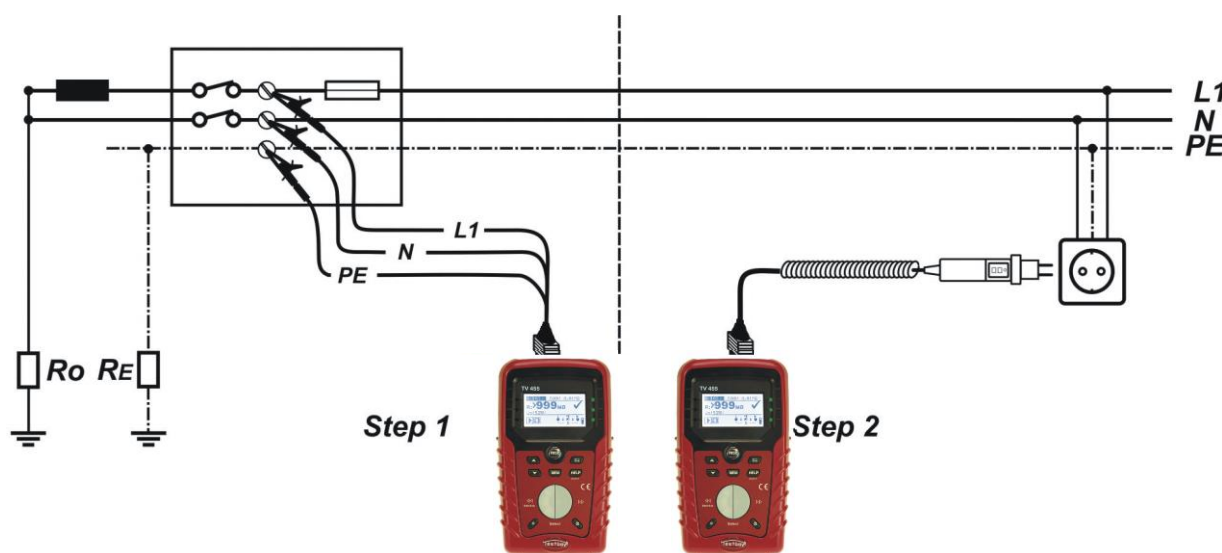

Bild 5.30: Spannungsfallmessung Phase-Nullleiter oder Phase-Phase – Anschluss des Plug Commanders (Netzsteckeradapter) und des Universalprüfkabels
- **Schließen** Sie die Prüflleitungen an der Referenzstelle **an** (siehe *Bild 5.30*).
- **Schließen** Sie die Prüflleitungen am Prüfling **an** (siehe *Bild 5.30*).